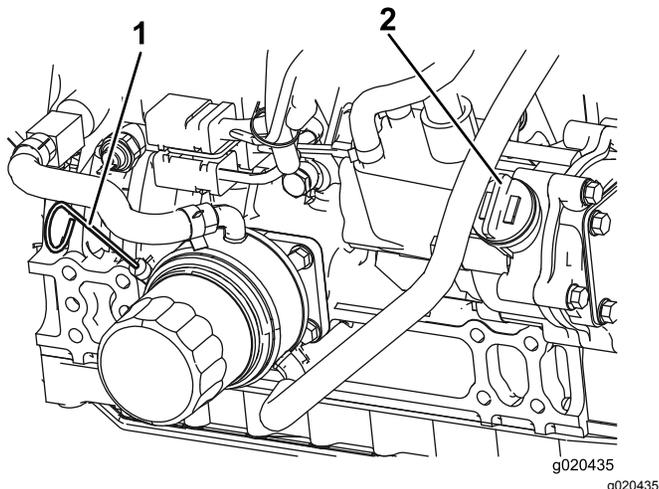

Figura 58
Nota: O nível de óleo deve encontrar-se na zona de segurança (Figura 58).
4. Se o nível de óleo se encontrar abaixo da zona de segurança, deverá retirar a tampa de enchimento (Figura 58) e adicionar óleo até que o nível atinja a marca Full (cheio). **Não encha demasiado.**